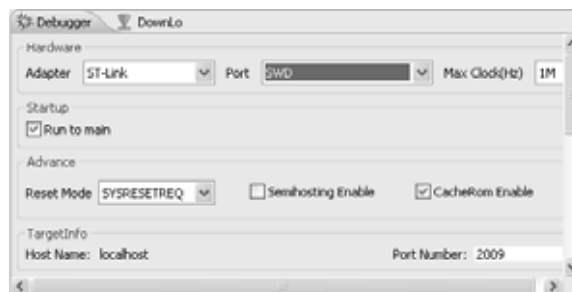

Рис.10
7) Провести настройку программатора: «Debug-Debug Configuration-выбрать адаптер ST-Link-нажать Apply, затем Close» (рис.10). Эта операция проводится однократно. Провести программирование МК(2): «Flash-Program Download». Наблюдать кратковременное свечение красного светодиода ST-Link, которым сопровождается обмен данными между компьютером и Discovery. Через секунду в нижнем окне CoIDE появятся три сообщения: «Erase: Done», «Program: Done», «Verify: Done». Это означает, что Flash-память МК успешно очищена, запрограммирована и проверена на отсутствие ошибок.